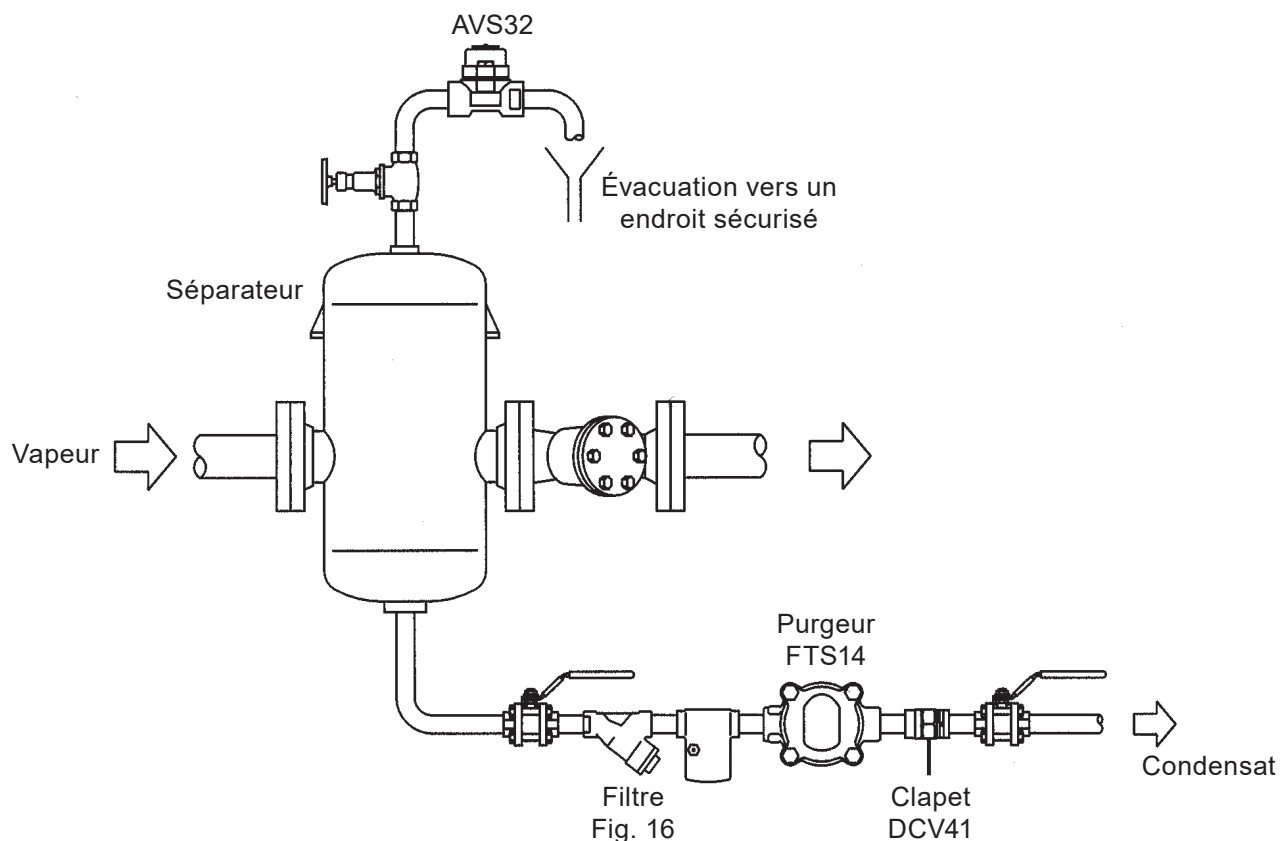

Fig. 2
- 3.4 L'AVS32 doit être installé avec la capsule dans un plan horizontal et le chapeau à la partie supérieure. Il doit être positionné en point haut d'une ligne vapeur ou sur un réservoir de collecte d'air. L'évacuation doit s'effectuer vers un endroit sécurisé (voir figure 2).